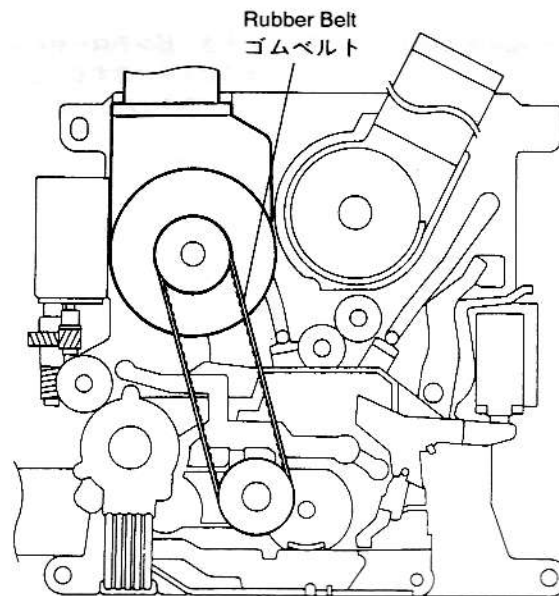

Fig. 3-2
3-2. To replace the capstan DD motor unit (Refer to Fig. 3-2 through Fig. 3-4)
1. Detach the rubber belt (Fig. 3-2).
3-2. キャプスタンDDモータ・ユニットの交換 (図3-2～3-4参照)
1. ゴムベルトを外す。(図3-2)